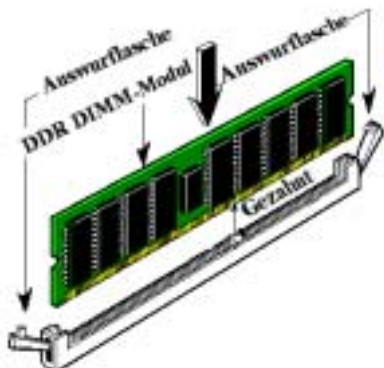

Abb. 2-6. Installation des DDR-Speichermoduls
Schritt 5. Setzen Sie das DDR DIMM-Modul wie im Bild gezeigt in den Erweiterungssteckplatz. Achten Sie darauf, wie das Modul im Steckplatz sitzt. Schauen Sie sich Abb. 2-6 für Details an. **Dies stellt sicher, dass das DDR DIMM-Modul nur auf eine Weise in den Steckplatz, eingesetzt werden kann.** Drücken Sie das DDR DIMM-Modul fest in den DDR DIMM-Steckplatz, bis es komplett und fest darin sitzt.